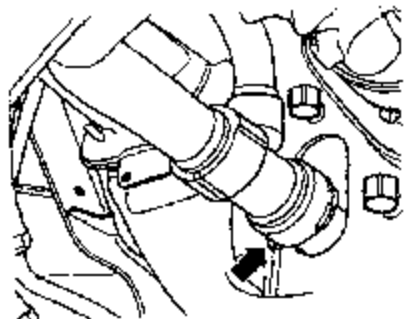

图 4-137 拆卸底部冷却液软管卡箍
(3) 如图 4-137 所示,拉下底部冷却液软管紧固卡箍(箭头),从散热器上拆下冷却液软管。